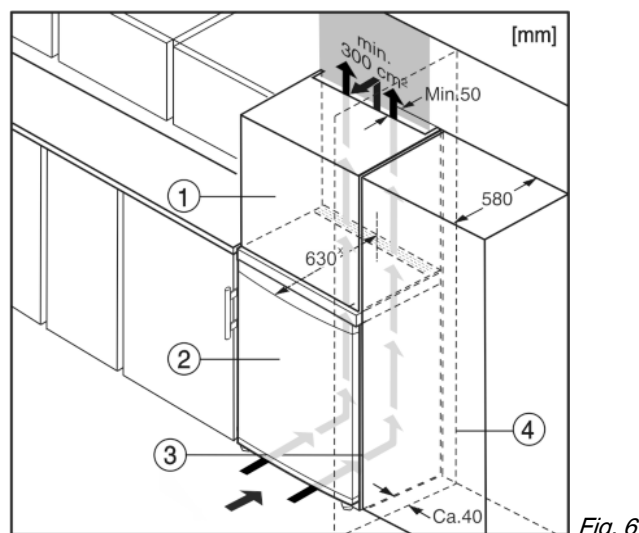

Fig. 6
- (1) Armario superior* (3) Armario de cocina*
(2) Aparato* (4) Pared*
El aparato se puede rodear de armarios de cocina. Para adaptar el aparato Fig. 6 (2) a la altura de la cocina, se puede instalar un armario Fig. 6 (1) correspondiente sobre el aparato.
Si la cocina posee armarios (profundidad máx. 580 mm), el aparato se puede colocar directamente junto al armario de cocina Fig. 6 (3). El aparato sobresale 34 mm * por los lados y 50 mm * en el centro del aparato respecto al frente del armario de cocina.
Si el aparato se instala con las bisagras junto a una pared Fig. 6 (4), la distancia entre el aparato y la pared debe ser de como mínimo 40 mm. Esto equivale al saliente del tirador con la puerta abierta.*